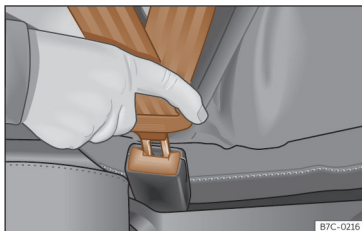

Fig. 18 Insérer la languette de la ceinture de sécurité dans son boîtier de verrouillage.
- Le pêne doit être inséré dans le boîtier de verrouillage du siège lui correspondant >>> **fig. 18.**